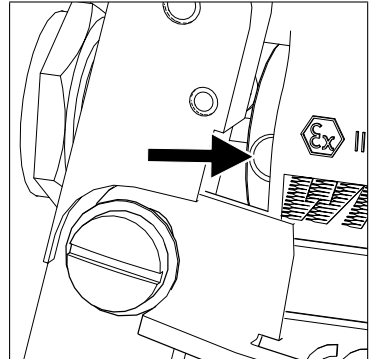

Fig. 14: Taladro en el manguito guía
1. Introduzca la llave hexagonal suministrada en uno de los taladros del manguito guía (véase Fig. 14 en página 39).